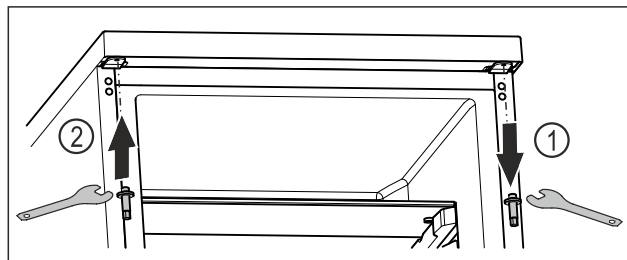

Fig. 23
- Izskrūvējiet augšējo tapu ar ārēju sešstūra uzgriežņatslēgu. Fig. 23 (1)
- Pieskrūvējiet tapu pretējā pusē ar ārēju sešstūra uzgriežņatslēgu. Fig. 23 (2)